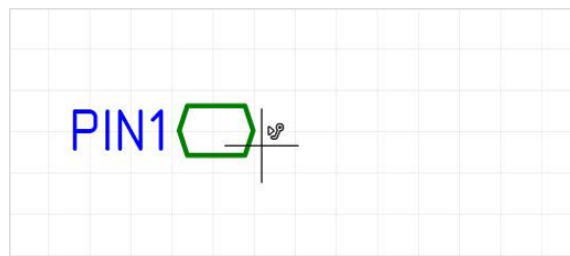

Рис. 265 Размещение блочного порта на схеме блока
- Нажмите кнопку «ОК», расположенную в нижней части окна, и выберите на схеме блока место, в котором следует разместить порт, см. Рис. 265. При перемещении курсора по схеме отображается возможный вид размещаемого порта.